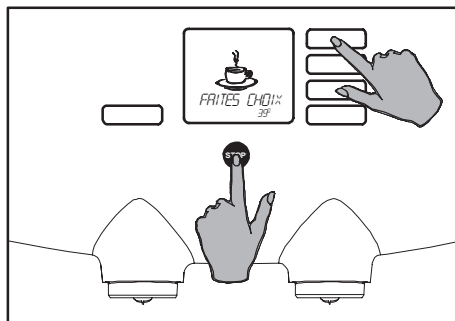

Fig. 71 Accès au menu opérateur
1. Activez le menu opérateur (fig. 71), voir également le paragraphe Accès au menu opérateur (fig. 27).